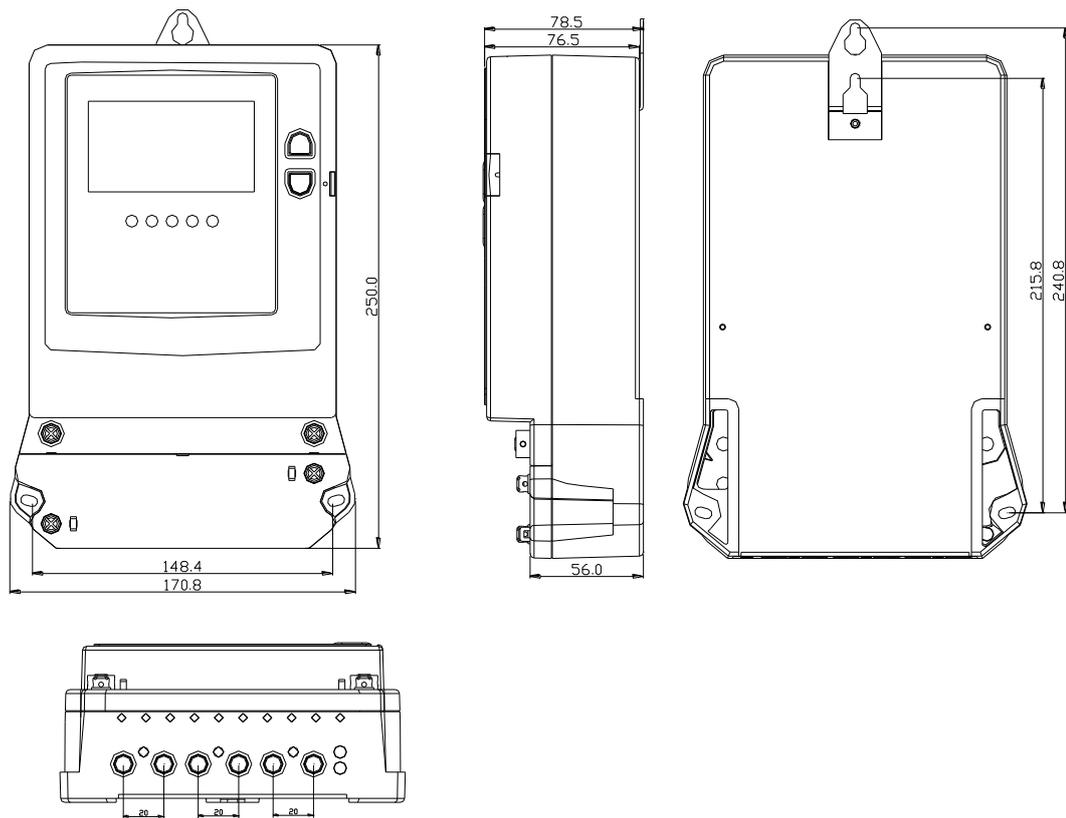

图 3 失压仪安装图
2.3.2 失压仪安装在室内通风干燥的地方，用三个螺钉固定，按下图 3 所示的安装尺寸在底板上先钻好孔，底座应固定在坚固、耐火、不易震动的物体上，确保安装使用安全、可靠，在有污秽或可能损坏失压仪的场所，失压仪应用保护柜保护。